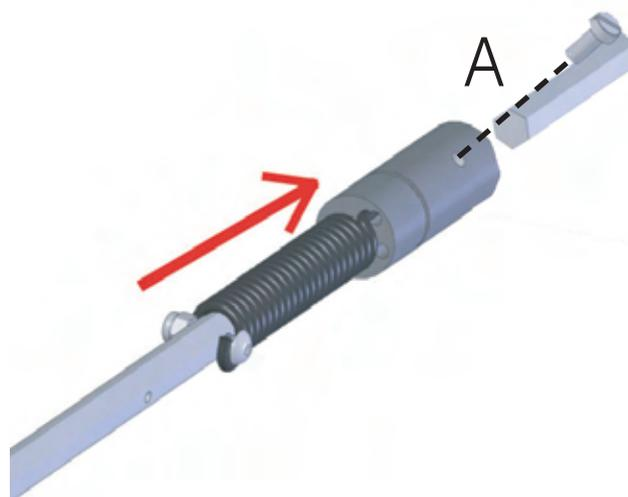

Fig. 8
- 3) Introduire l'axe dans le bâti moteur et serrer fortement la vis A. (Fig. 8)